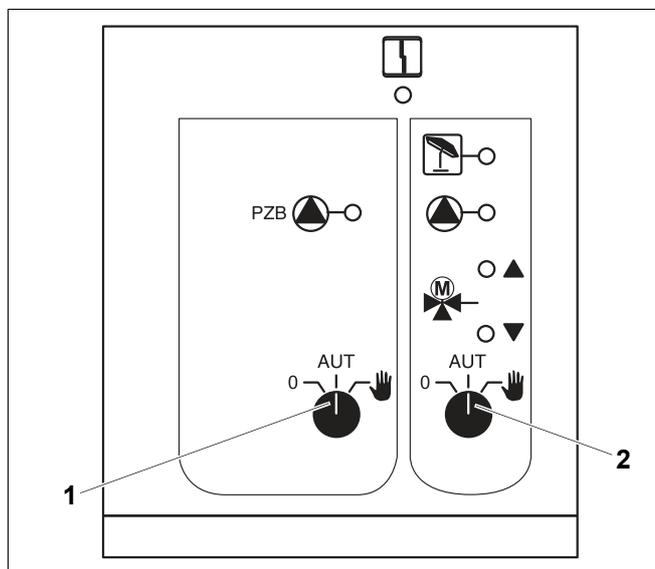

Рис. 26 Центральный модуль ZM433
- Отопительный контур (→ рис. 26, [1]) установите переключатель
- Отопительный контур (→ рис. 26, [2]) установите переключатель